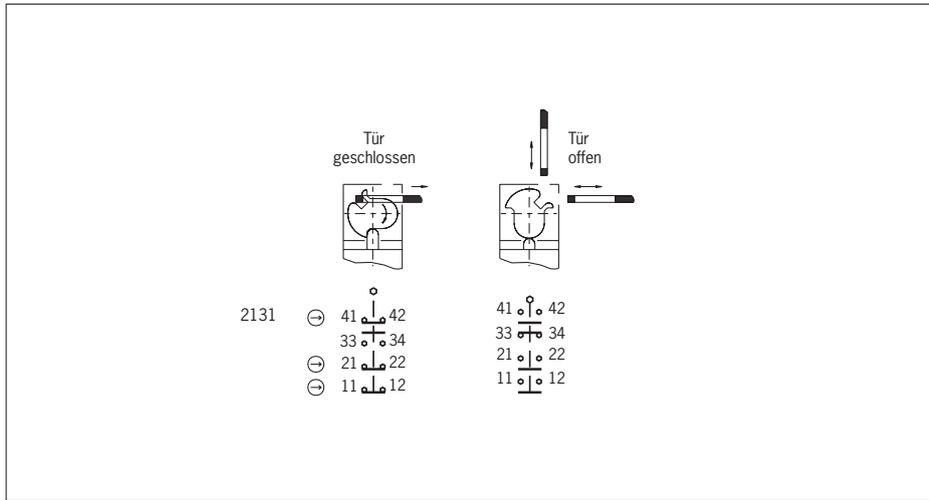

Bild 2: Schaltelemente und Schaltfunktionen
Es muss mindestens ein Kontakt (⊖) verwendet werden. Dieser signalisiert die Stellung der Schutz-einrichtung (Kontaktbelegung siehe Bild 2).
2. Anschließen und Klemmen mit 0,5 Nm anziehen (Kontaktbelegung siehe Bild 2).
The detailed switching states for your switch can be found in Fig. 2. All available switching elements are described there.